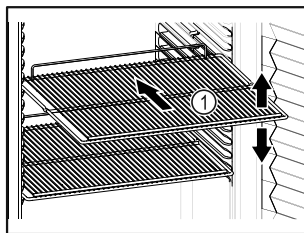

Fig. 60 Esimerkkikuva
- Sovita siirrettävät rivilätasot Fig. 60 (1) korkeuden mukaan.